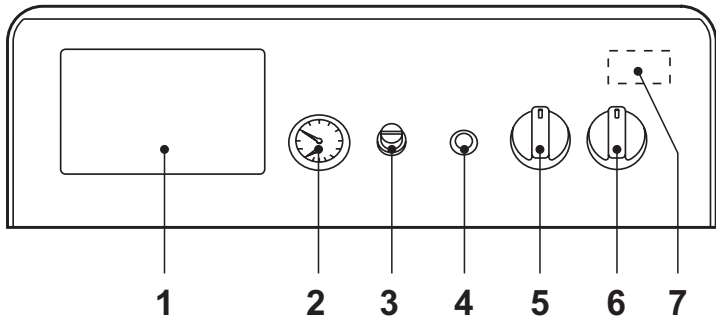
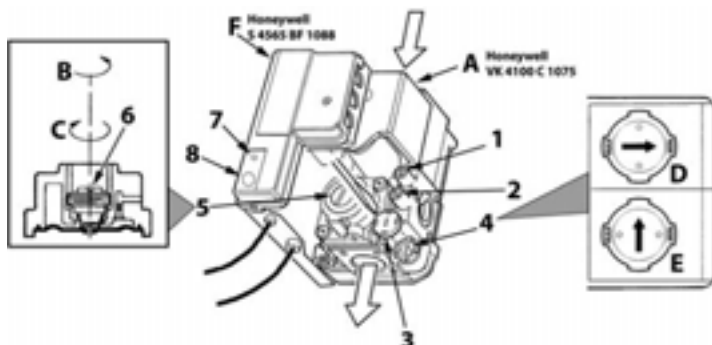

рис. 1 - Панель управления
рис. 4 - Регулирование давления
- Установите главный выключатель "6" в положение 1 (рис. 1).
- Если котел оборудован электронным термостатическим блоком управления, установленным в положении 1 на рис. 1, пользователь должен также соблюдать инструкции, предоставляемые изготовителем данного блока.
Повернув ручку 5 на рис. 1 по часовой стрелке, температура воды в системе отопления повышается и наоборот. Температуру воды в системе отопления можно регулировать в пределах от 30° до 90°. Однако не рекомендуется эксплуатировать котел при температуре ниже 45°.
Задать с помощью термостата температуры воздуха в помещении нужную температуру внутри помещения. По команде от комнатного термостата котел нагревает воду в системе отопления до температуры, заданной с помощью термостата регулировки котла 5 de рис. 1. При достижении в помещении желаемой температуры котел выключается.
При заполнении холодной системы отопления, давление воды, контролируемое по показаниям установленного на котле водомера поз. 2 на рис. 1, должно составлять примерно 1,0 бар. Если во время работы давление воды в системе упало (из-за испарения растворенных в воде газов) до величины ниже вышеуказанного минимума, пользователь должен открыть кран подачи воды и довести давление до первоначального значения. По окончании операции всегда закрывайте кран подачи воды.
Подключите манометр к штуцеру отбора давления 2 (рис. 4), расположенному после газового клапана, затем переведите ручку термостата котла (поз. 5 - рис. 1) на максимум.
Сняв защитную пробку 5 (рис. 4), регулируйте давление газа с помощью винта 6 на желаемое значение (см. таблицу технических данных и диаграммы изменения мощности, приведенных в сар. 5).
2. Снимите с газового вентиля маленький защитный колпачок 3 (рис. 4). С помощью маленькой отвертки регулируйте "СТУПЕНЬ" розжига на основании выбранного для работы газа (G20-G25 положение D рис. 4 или G30-G31 положение E рис. 4); установите защитный колпачок на место.